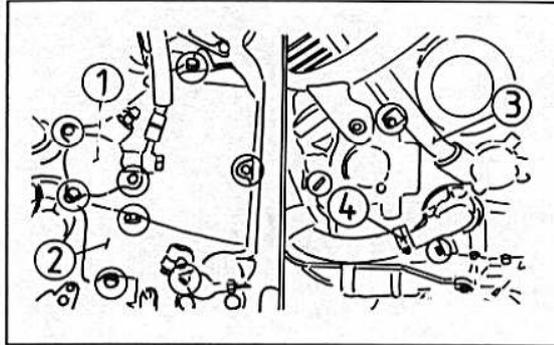

Bild 78
- Den Kühlmittelschlauch am Pumpeneinlass lösen (Bild 78).